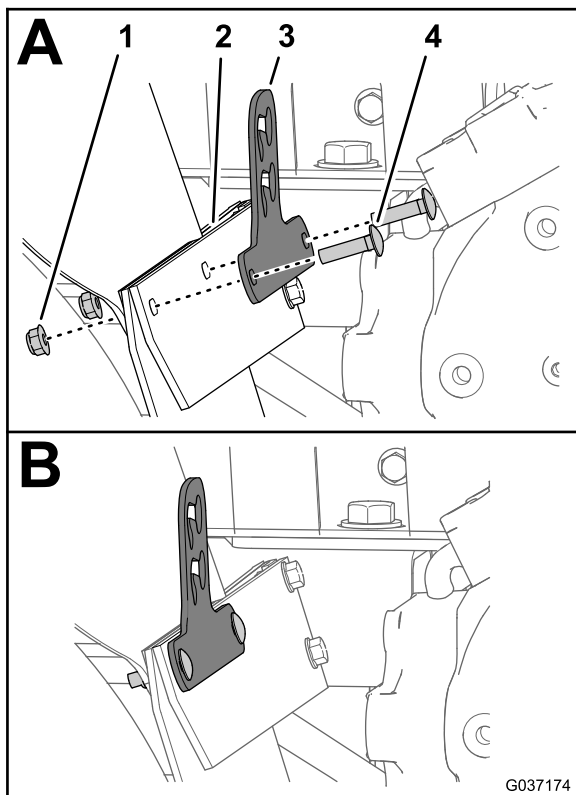

図 10
- バルブ用ブラケットを、フェンダストラップ、泥よけ、およびフェンダに組み付ける 図 10 キャリッジボルト5/16 x 1-1/4 インチ2本とフランジロックナット5/16インチ2個を使用する。